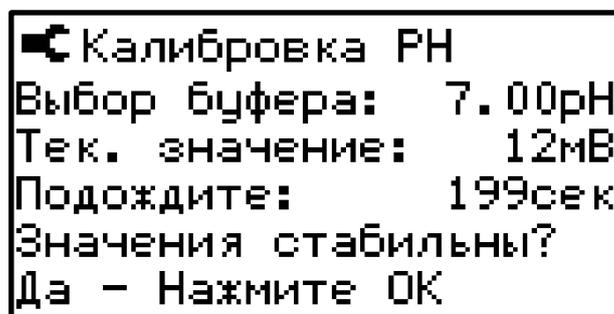

Рисунок 5.1. Процесс калибровки датчика (2/5).
3. Ожидайте 200 секунд, на экране отобразится таймер (Рисунок 5.1);